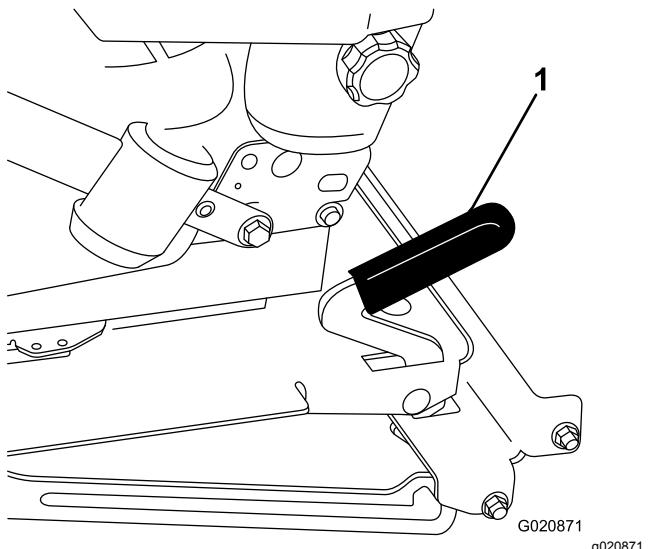

図 15
2. ラッチを前方に引いて持ち上げるとラッチが外れる図 15。